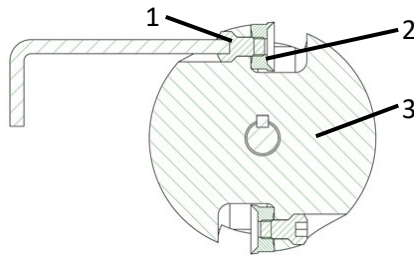

Abb. 10: Messer wechseln
- > Lösen Sie die Messerschrauben (**1** – Abb.10) am Fräskopf (**3** – Abb.10) mit einem Innensechskantschlüssel 6 mm.
- > Tauschen Sie die Rundmesser (**2** – Abb.10) oder drehen Sie die Rundmesser um 180°.